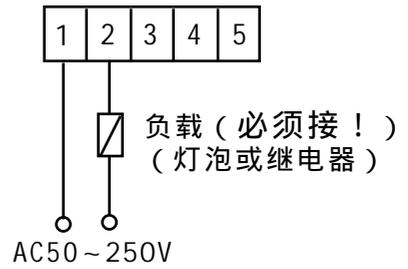

图 7 AC50~ 250V
- ◆ AC 220V 供电，两线制的系统连线如图7所示。（注意：220V 电源是经过负载再进入开关端子的，所以必须串接负载，否则将损坏电子模块，并且负载不能太小，不能用太灵敏的继电器，建议用10A交流接触器或25W灯泡。）